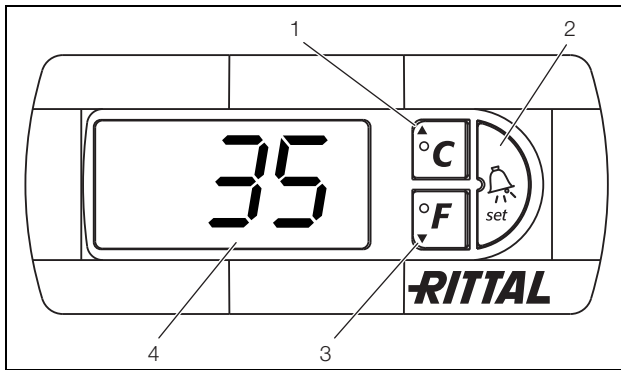

Abb. 30: e-Comfortcontroller
Das Kühlgerät arbeitet automatisch, d. h. nach Einschalten der Stromversorgung läuft der Verdampferventilator (siehe Abb. 3) an und wälzt die Schrankinnenluft um. Verdichter und Verflüssigerventilator werden durch den e-Comfortcontroller geregelt. Der e-Comfortcontroller verfügt über eine 7-Segment-Anzeige (Abb. 30). Auf ihr wird nach dem Einschalten der Stromversorgung zunächst für ca. 2 Sek. die aktuelle Softwareversion sowie der aktivierte Eco-Mode angezeigt. Danach eine voreingestellte Option (z. B. t10) bzw. die Temperatur. Im normalen Betrieb stellt die Anzeige sowohl die Tem-
Die Programmierung des Gerätes nehmen Sie über die Tasten 1 – 3 (Abb. 30) vor. Die Parameter dazu erscheinen ebenfalls in der Anzeige.
- Drücken Sie gleichzeitig die Tasten 1 und 2 (Abb. 30) für mind. 5 Sek.
Mit den Tasten 1, 2 und 3 (Abb. 30) können Sie 24 Parameter innerhalb der vorgegebenen Bereiche (Min.-Wert, Max.-Wert) verändern.